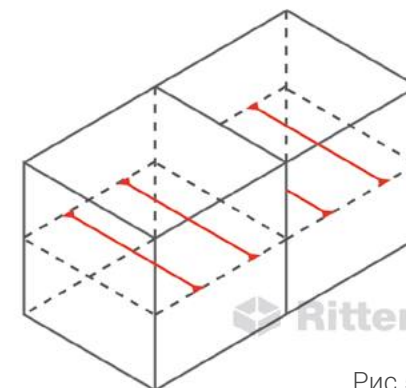

Рис.5
- 2 Установить горизонтальную стяжку из проволоки над слоем камня из расчета 1 стяжка на погонный метр (Рис.5).